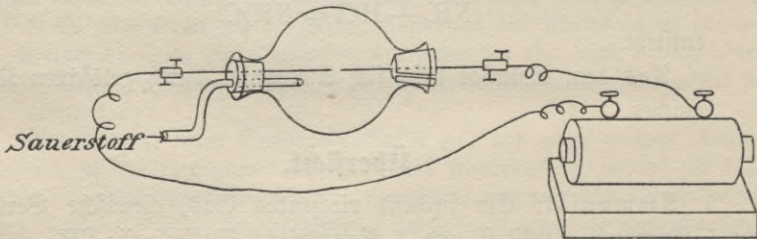

Fig. 33. Verbindung von Stickstoff und Sauerstoff.
**Versuch 1** (Fig. 33): Synthetische Darstellung der Salpetersäure1). Man befestigt in den beiden gegenüberliegenden Tuben einer großen Kugelvorlage *a* mit Hilfe von Korken zwei Stricknadeln *b* und *b'* so, daß ihre Enden 1–2 cm voneinander entfernt sind. Die Stricknadeln verbindet man durch Drähte und Klemmschrauben mit den Polen eines Induktionsapparates und läßt einen kräftigen